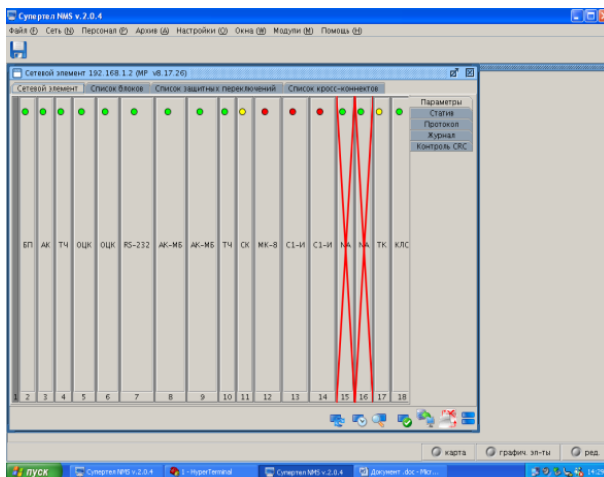

Рис. 22
8. Открывается окно «Сетевой элемент 192.168.10.1» (рис. 22), где отображены блоки данного мультиплексора и их состояние, кликнуть два раза левой кнопкой мыши по блоку «АК-МБ».